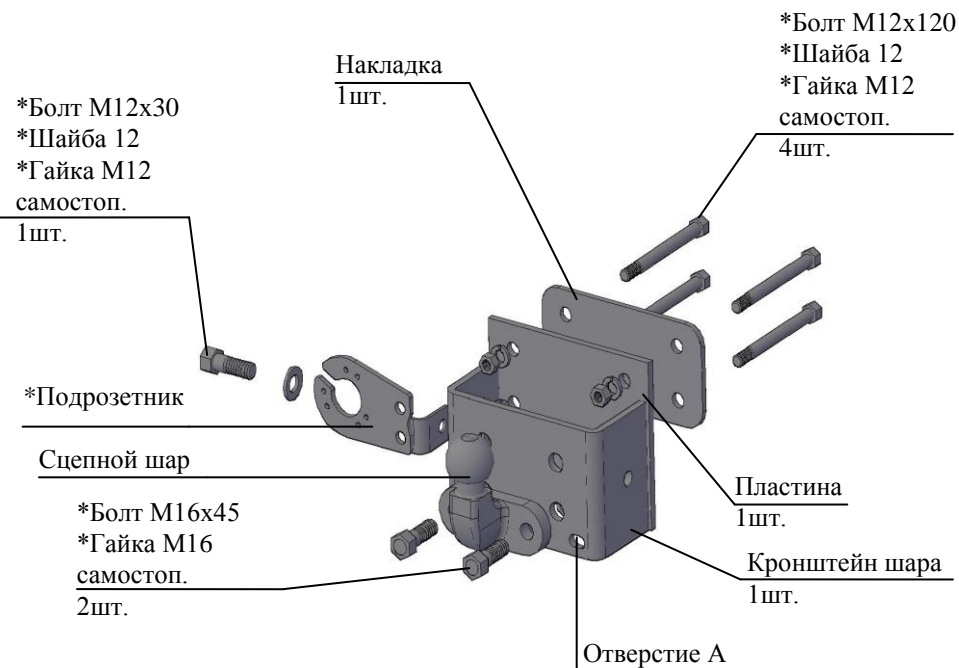

Рис.1 Тягово-сцепное устройство 7860
2.1 ТСУ 7860 в сборе (рис.1)	1 шт.
2.2 Пакет с комплектующими (см. рис.1)	1 шт.